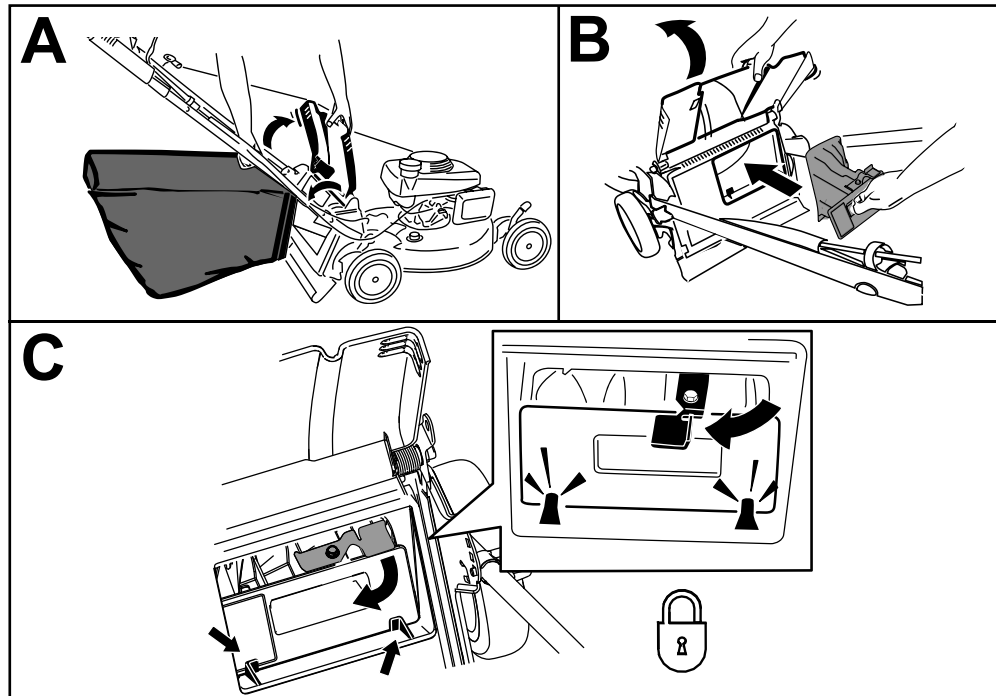

Figure 24
1. Relevez et maintenez le déflecteur arrière dans cette position, puis soulevez le bac à herbe par la poignée pour le dégager des crans des supports de poignée (encadré A de la Figure 24).
2. Installez l'obturateur arrière (encadré B de la Figure 24).
Important: Vérifiez que l'obturateur arrière est verrouillé en place. Pour verrouiller l'obturateur, appuyez fermement dessus jusqu'à ce qu'il s'enclenche en position derrière les pattes, et tournez le levier situé sur l'obturateur vers la gauche (encadré C de la Figure 24).